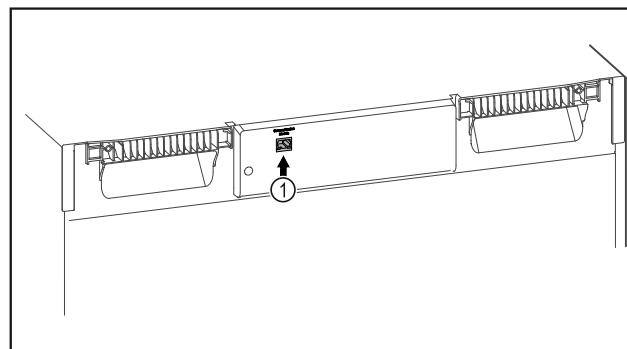

Fig. 112
- ☐ SmartModule Fig. 112 (1) är insatt.